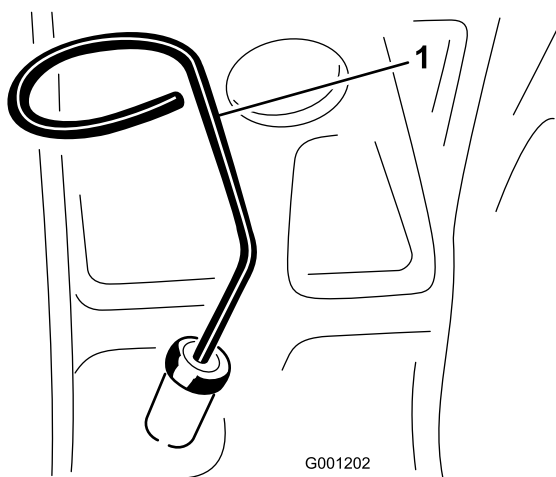

Figura 21
2. Retire a vareta (Figura 21), limpe-a e volte a colocá-la. Retire a vareta e verifique o nível de óleo. O nível de óleo deve atingir a marca Full (Cheio) da vareta.